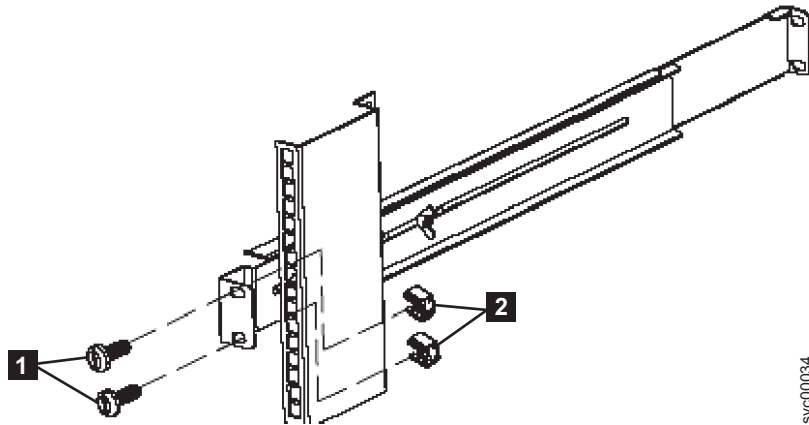

図 352. 2145 UPS-1U の後部レール取り外し
5. 2 つの M6 × 10 ねじ (457 ページの図 352 の **1**) と 2 つのクリップ・ナット (**2**) をレールの後ろ側から取り外します。